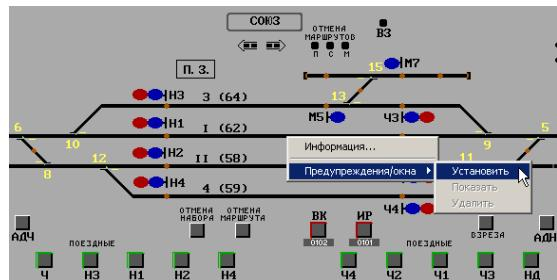

Рис. 15. Фрагмент пульт-табло станции при установке предупреждения / окна.
2. В появившемся вспомогательном меню выбрать команду «Установить» (рис. 15).
Для отмены действующего предупреждения / окна необходимо продублировать его задание и в появившемся вспомогательном меню выбрать команду «Удалить» (рис. 15).